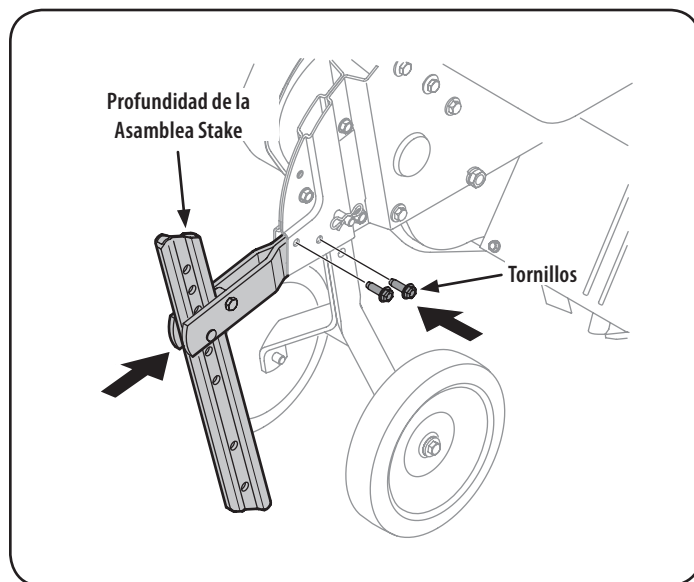

Figura 6
2. Introduzca el conjunto de la estaca de profundidad en el cuadro y volver a instalar los dos tornillos que quitó antes. Apriete los tornillos hexagonales de forma segura. Véase la Figura 6.